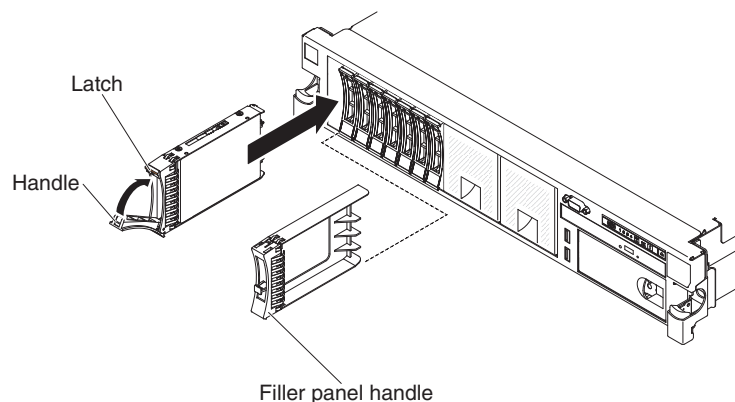

Figura 84. Removendo uma unidade de inicialização 2145-DH8
5. Puxe gentilmente o conjunto de unidades do slot, conforme mostrado em Figura 84 na página 103.